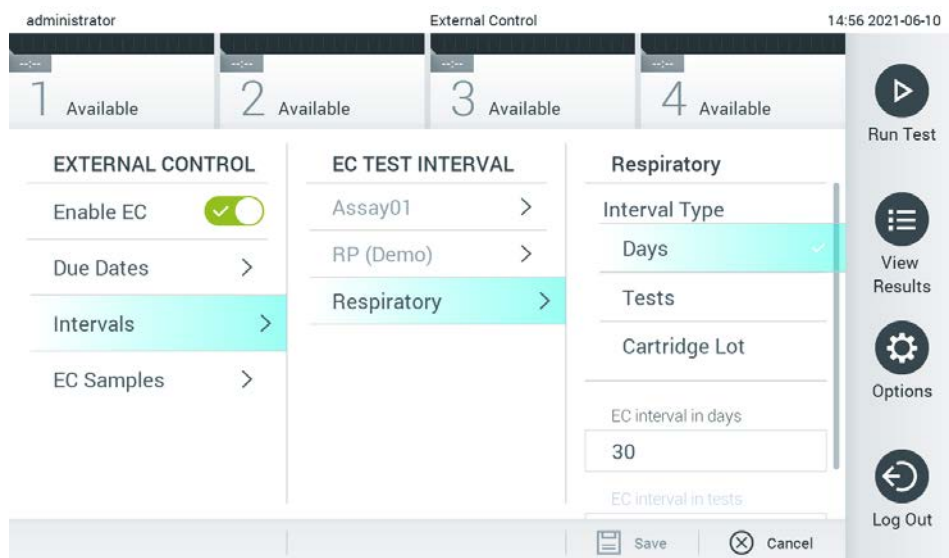

Рис. 52. Экран External Control Intervals (Интервалы внешнего контроля).
4. Выберите **Intervals** (Интервалы), а затем выберите в списке тест-систему, для которой нужно сконфигурировать интервал. После истечения интервала появится напоминание, сообщающее пользователям о необходимости выполнения анализа внешнего контроля для выбранной тест-системы (рис. 52).